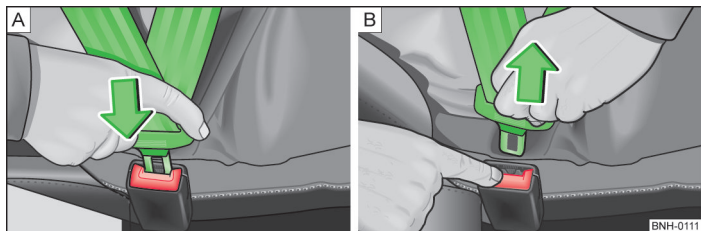

Fig. 109 Bouclage/débouclage des ceintures de sécurité
- Engagez la languette dans la boucle du siège correspondant » fig. 109 – [A] jusqu'à ce qu'elle s'enclenche de façon audible.
- Appuyez sur la touche rouge de la boucle » fig. 109 – [B], la languette est éjectée.